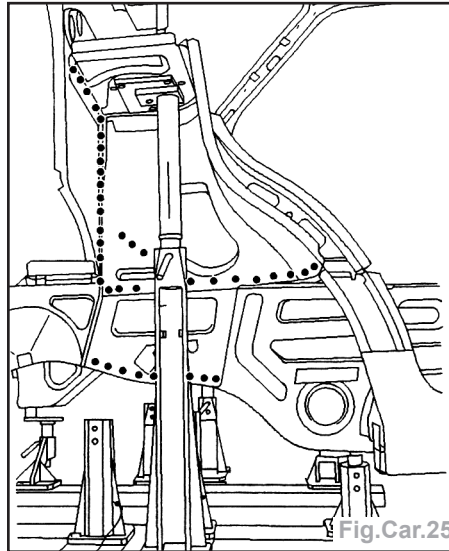

Fig.Car.25
- Souder par points électriques, par points bouchon MAG et meuler les points de soudure (Fig.Car.25).